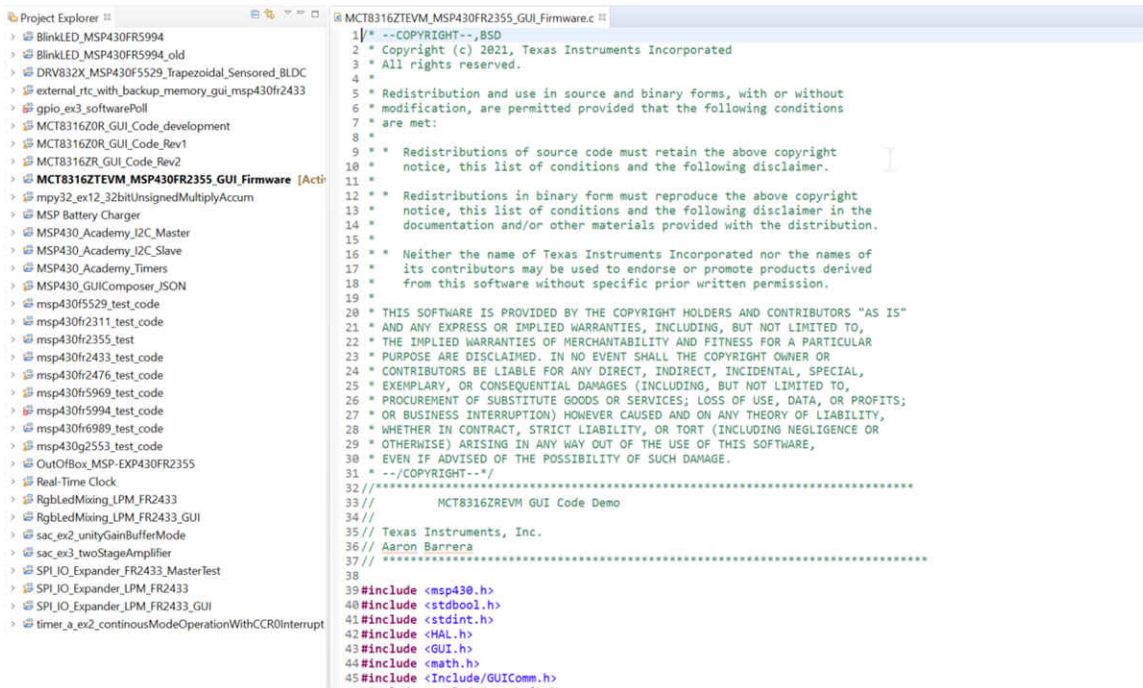

图 6-1. Code Composer Studio (代码调试器) 中的 MCT8316ZTEVM GUI 代码
6. 将工程 “MCT8316ZTEVM_MSP430FR2355_Firmware_GUI” 导入您的工作区，如图 6-1 所示。